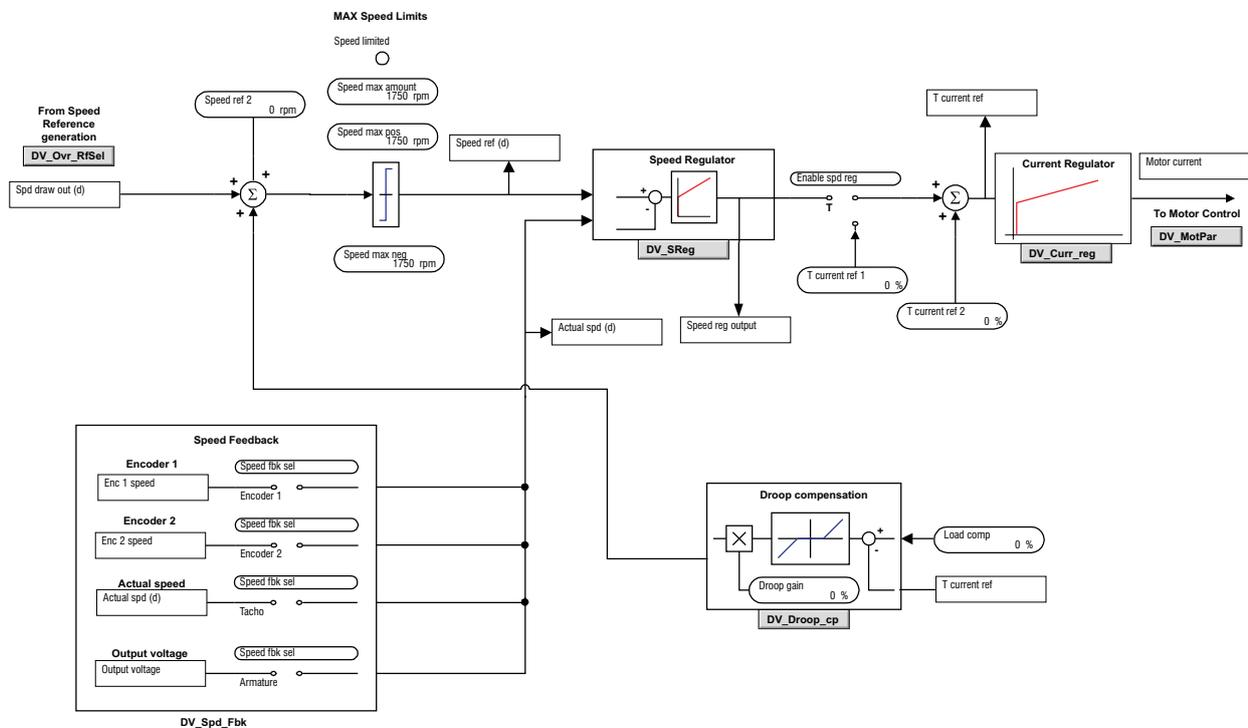

Figura 6.4.2.1: Riferimenti di velocità
**Speed max amount** Imposta la velocità massima, per ambedue i sensi di rotazione (TPD32-EV...4B). La funzione opera sull'ingresso del regolatore di velocità, e tiene conto sia dei riferimenti che provengono dalla rampa, sia di quelli introdotti direttamente (vedere figura 6.4.2.1). Quando il parametro **Speed max amount** viene variato, vengono portati allo stesso valore anche i parametri **Speed max pos** e **Speed max neg**. Se uno di questi due parametri viene di nuovo cambiato, rimane valida quest'ultima variazione. Il valore da introdurre dipende dal Fattore funzione.